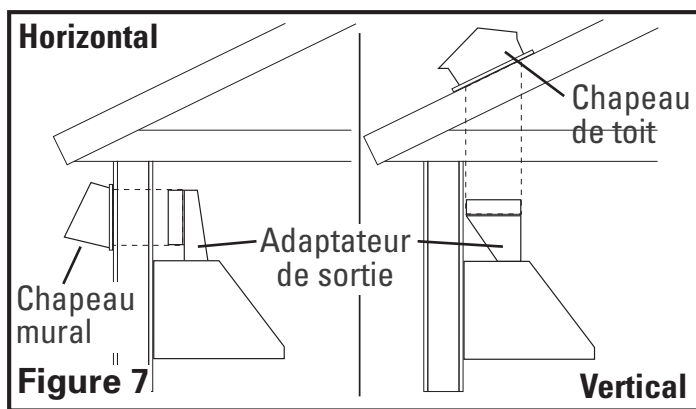

Figure 7
1. Déterminer le type de conduits dont vous aurez besoin (Figure 7).
REMARQUE : Lorsque la terminaison du conduit est similaire à celle illustrée à la figure 7 (passant au travers du mur sur lequel la hotte est installée) l'installation requiert une considération spéciale. Dépendant de où les montants muraux sont situés, il peut être nécessaire de couper un montant mural ou plus et d'installer une cheville et une assise pour transférer la charge aux montants adjacents. Des montants additionnels pourraient devoir être bâtis dans l'ouverture pour fixer la cloison sèche et pour fixer la hotte. Si vous rencontrez cette situation, Air King recommande que vous embauchiez un professionnel et que vous vous conformiez avec tous les codes du bâtiment applicables.